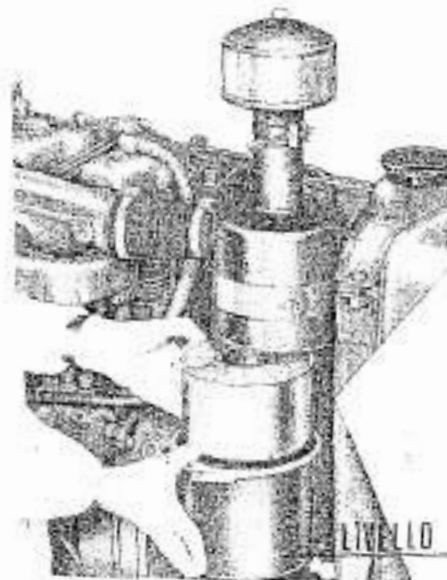

FIG. 37 - Filtre à air à bain d'huile
- Le niveau de l'huile doit atteindre la hauteur du rebord prévu dans la cuvette (Fig. 37).